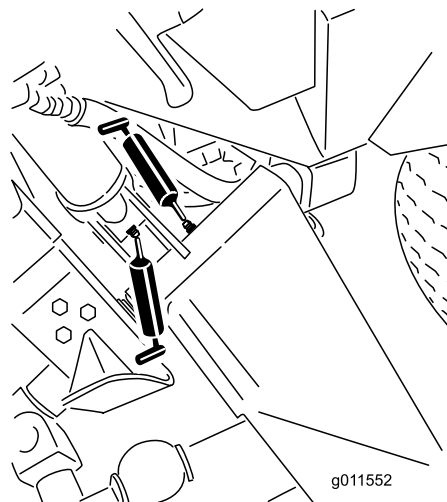
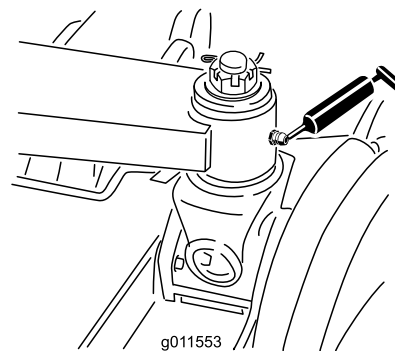

Figura 43
Figura 44
- Casquillos de los brazos de elevación principales (6) (Figura 43 y Figura 44).